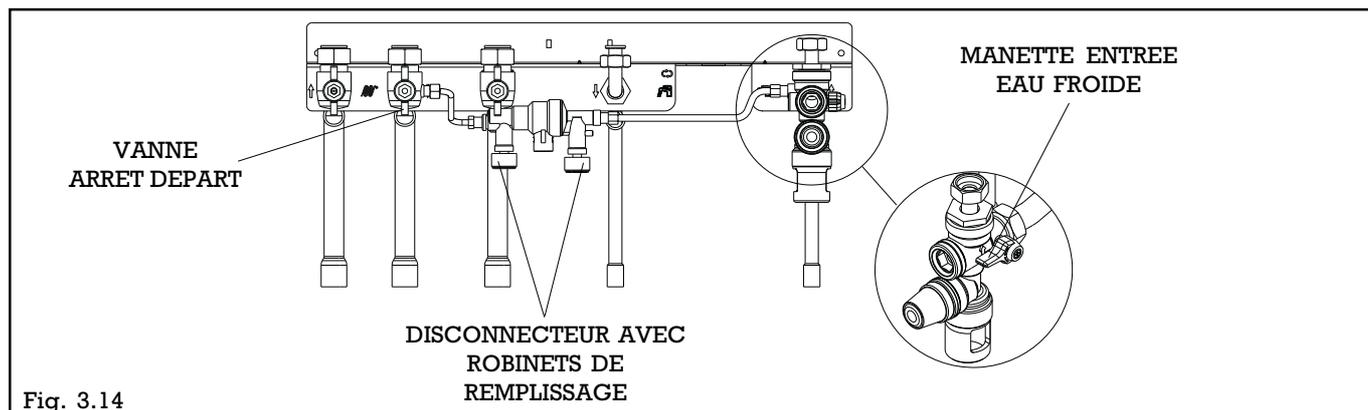

Fig. 3.14
- fermer la vanne d'arrêt départ (fig. 3.14, manette à l'horizontale) et laisser la vanne d'arrêt retour ouverte (manette à la verticale)
- ouvrir les robinets du disconnecteur (fig. 3.14)
- refermer les robinets du disconnecteur dès que la pression indiquée par le manomètre (C) est dans la zone bleue, entre 1 et 1,5 bars, et ouvrir la vanne d'arrêt départ